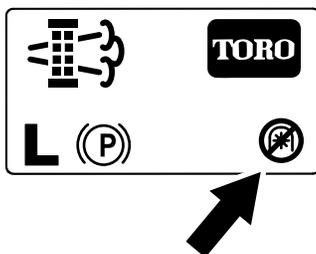

Figura 55
**Nota:** La pantalla de inicio muestra el icono de toma de fuerza desactivada (Figura 55).
**Nota:** La pantalla de inicio muestra el icono de toma de fuerza desactivada; consulte la Figura 55 en Mensajes de regeneración con la máquina aparcada \(página 40\).